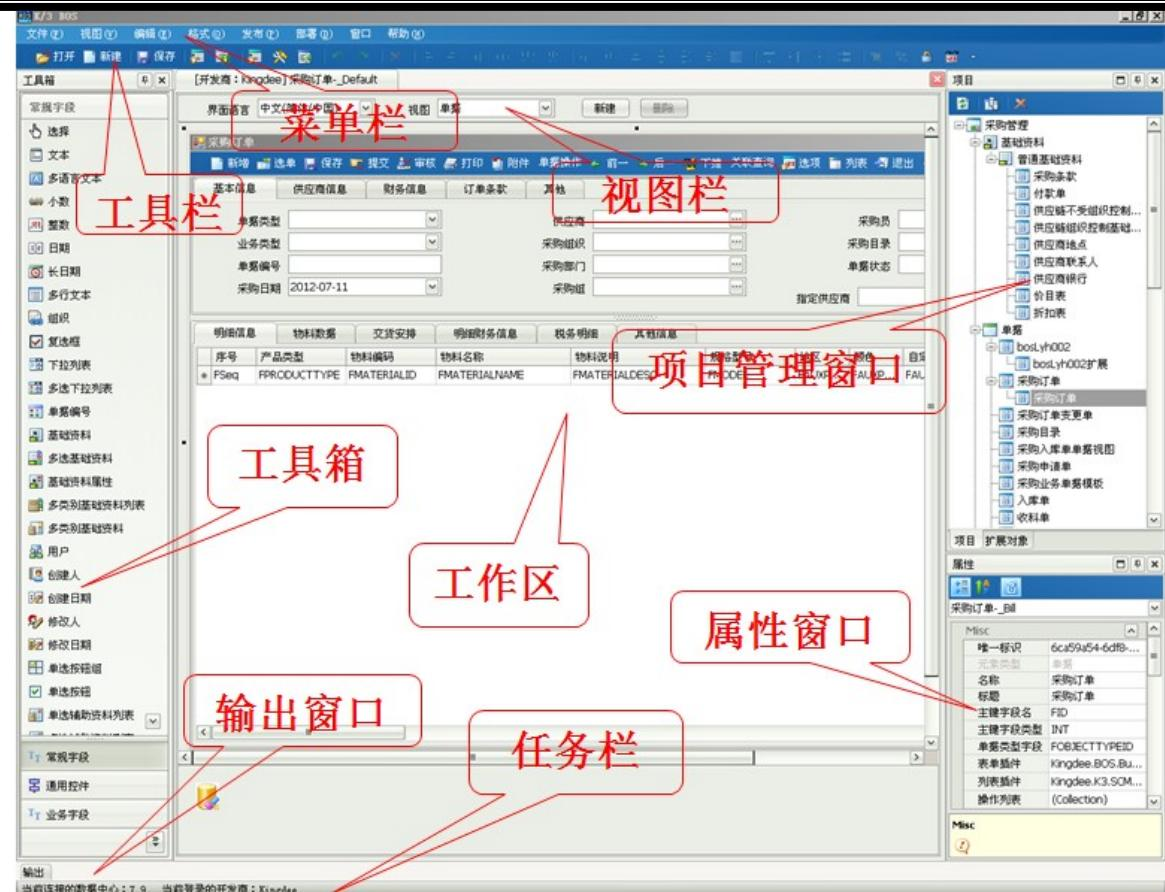

图 3-1-5 K/3 BOS 集成开发工具主界面
- 4、登陆K/3 Cloud BOS后，选择需要修改的业务单据所在的子系统，选择对应的业务对象，点【确定】可打开BOS设计器编辑主界面，如图3-1-5所示